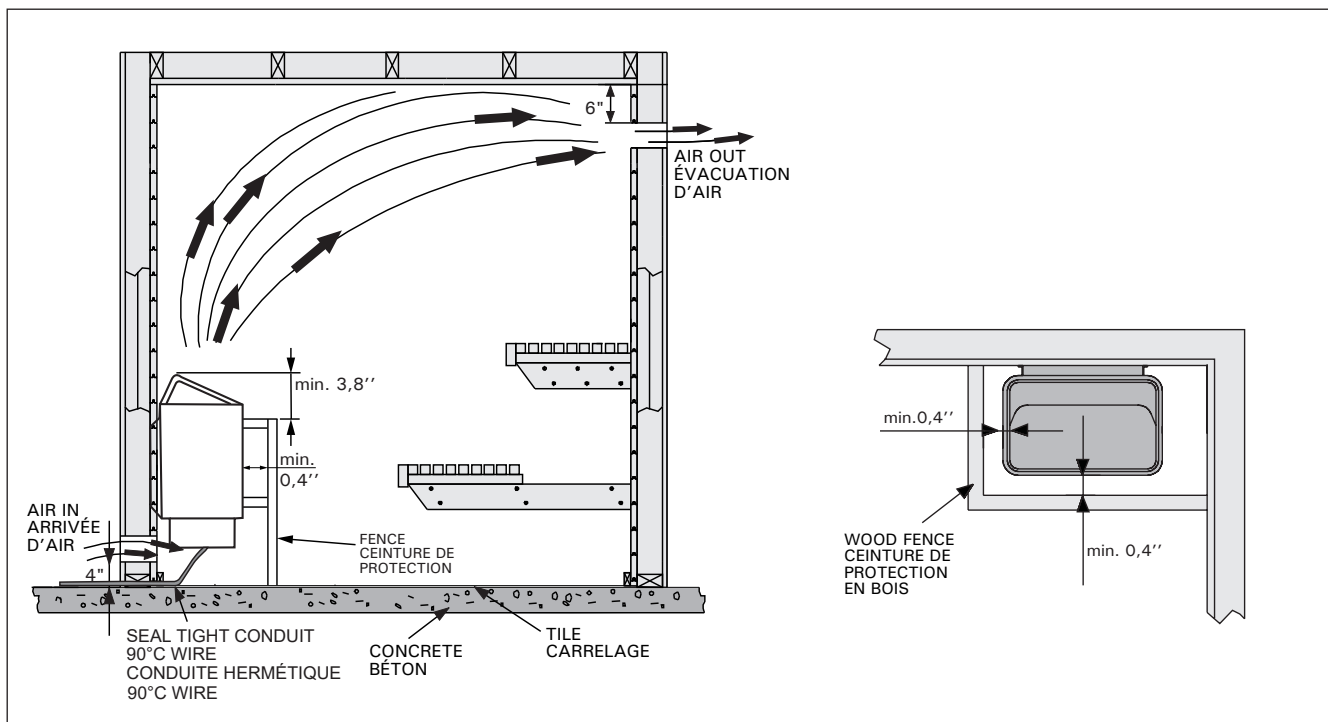

Figure 4. Ventilation de la cabine de sauna et dégagements min. entre la ceinture de protection
Doit être assurée par une bouche d'aération basse située près du poêle à 4" (100 mm) du plancher et une bouche d'aération haute située sur la paroi opposée (si possible) à 6" (150 mm) du plafond ou à une hauteur minimale de 24" (600 mm) du plancher. Les bouches d'aération doivent être réglables et permettre de renouveler l'air 5 fois par heure. Le sauna doit être équipé du système d'aération requis par les autorités locales. Figure 4.
Les distances de sécurité minimales sont décrites sur la figure 4 et 5.
- Sortez le poêle du carton et posez-le à un emplacement approprié dans la cabine du sauna. Respectez les dégagements indiqués dans les figures 4 et 5. Après le raccordement final, l'entrepreneur électricien doit fixer l'appareil de chauffage au sol ou au mur avec les vis ou les boulons requis.